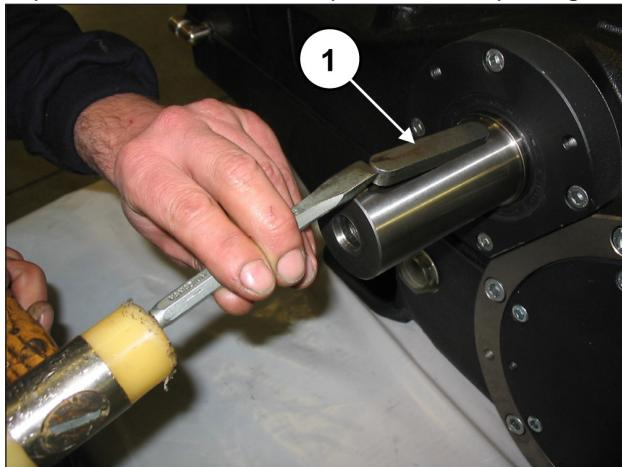

Fig. 7
Déposer la clavette de l'arbre de prise de force (rep. ①, Fig. 7).